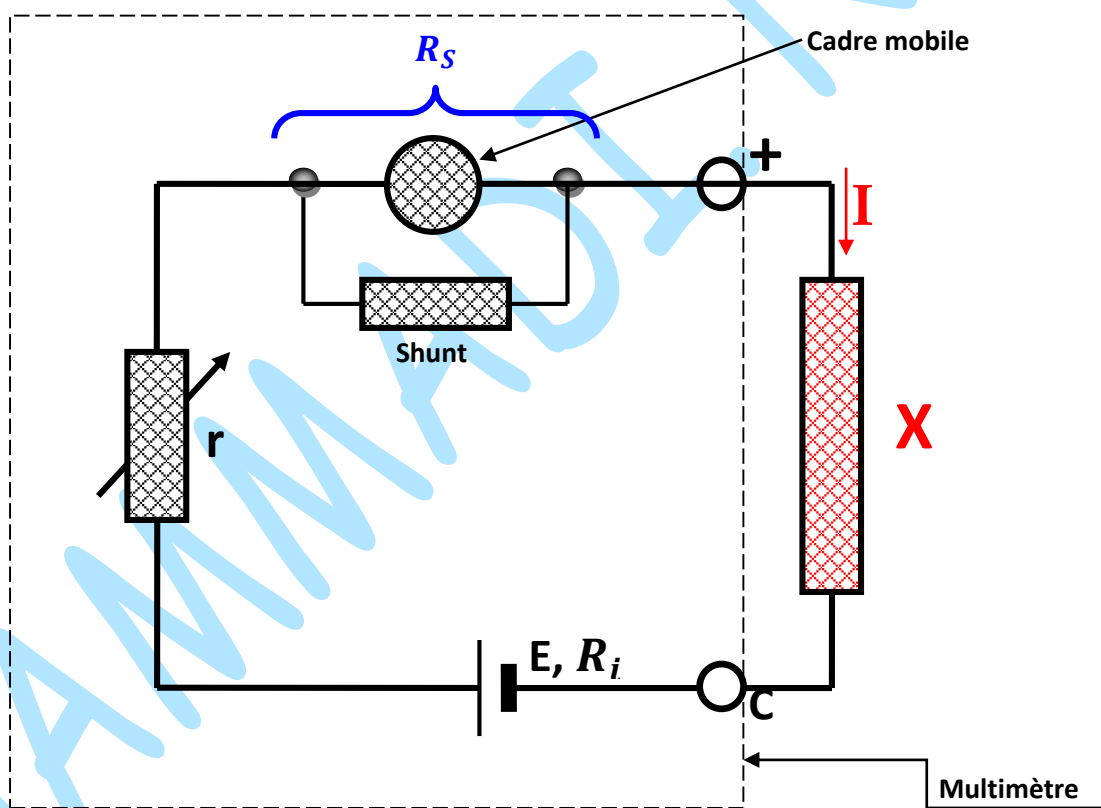

Figure 1 : Principe de la fonction ohmmètre d'un multimètre à déviation.
a) Une pile intérieure (de f. é. m. E et de résistance interne R_i) alimente le circuit (**figure 1**) constitué par :
On considère, à titre d'exemple, l'appareil représenté dans la **figure 1** ; pour mesurer une résistance inconnue X , il suffit de :